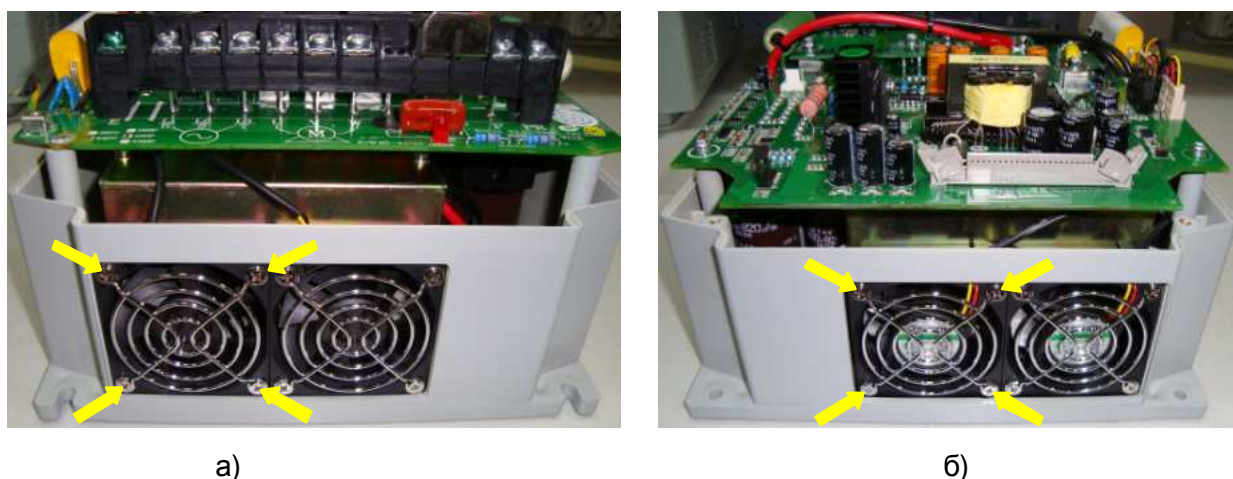

Рис. 6.12
6.10.1. Демонтаж двух нижних (рис. 6.12.а) и двух верхних (рис. 6.12.б) вентиляторов проводится после демонтажа средней части корпуса (п.6.5). Все вентиляторы демонтируются согласно п.6.10.3.
6.10.3. Выкрутить винты крепления вентилятора (рис. 6.12, желтые стрелки), снять решетку вентилятора, вынуть вентилятор из проема основания корпуса и вытянуть кабель вентилятора с разъемом. Положить вентилятор, решетку и винты в тару.
7.5.3. Взять решетку вентилятора и прикрутить ее четырьмя винтами одновременно с вентилятором (рис. 6.12.б).
7.5.6. Взять решетку вентилятора и прикрутить ее четырьмя винтами одновременно с вентилятором (рис.6.12.а).